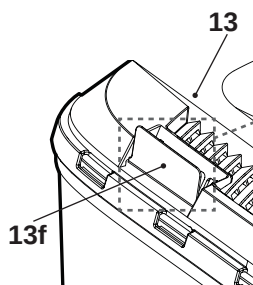

Fig.21
- > Lorsque le rabat [13f] est ouvert (pendant le fonctionnement), le bac de ramassage [13] possède un volume efficace pour collecter l'herbe (Fig.21).